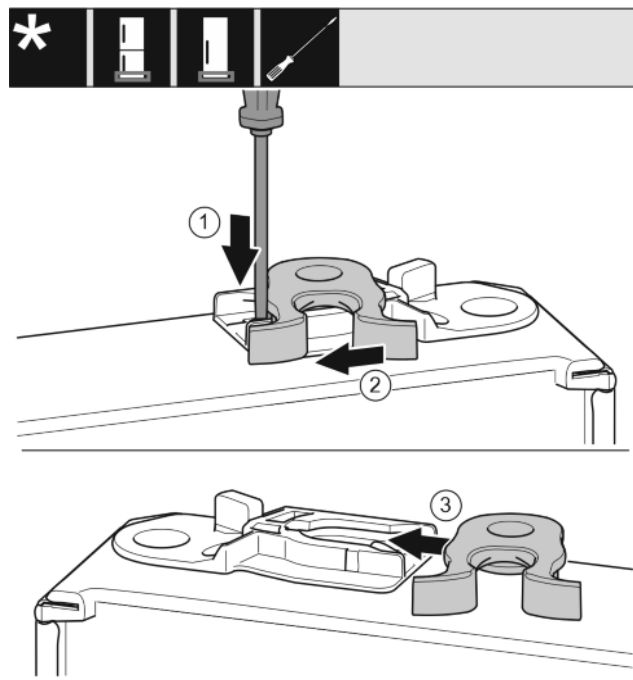

Fig. 16
- ▶ Нижняя сторона двери смотрит вверх: повернуть дверь. Fig. 16 (1)
- ▶ Нажмите шлицевой отверткой на накладку вниз. Fig. 16 (2)
- ▶ Выведите запорный крючок из направляющей. Fig. 16 (3)
- ▶ Вставьте запорный крючок в направляющую с другой стороны. Fig. 16 (3)